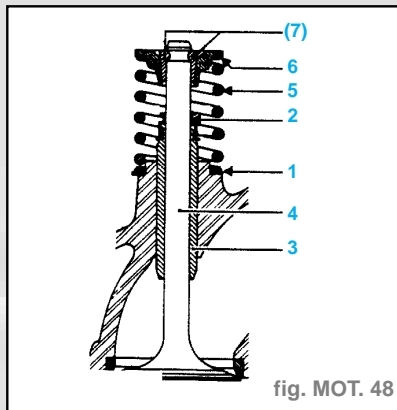

fig. MOT. 48
- Mettre en place les rondelles d'embase (1) des ressorts (fig. MOT. 48).
- les ressorts (5) (identiques pour l'admission et l'échappement) (fig. MOT. 48),
- les coupelles (6),